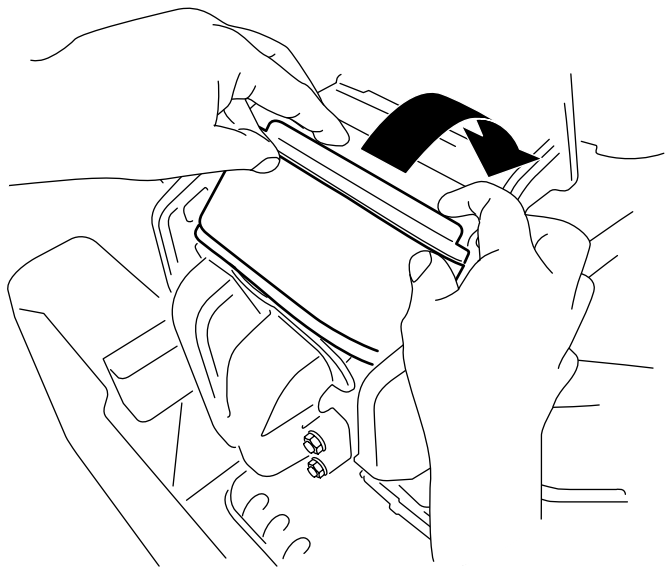

Figura 40
3. Rotii filtrul în jos, în cameră, apoi aezai-l complet pe colector (**Figura 40**).